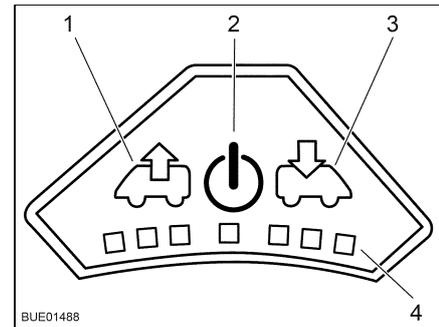

Bild 92 Bedienfeld des Ventilators
Einschalten: ■ Taste Ein/Aus (Bild 92,2) drücken. Der Ventilator läuft im Komfortmodus (Entlüften mit niedrigster Ventilator-drehzahl).
- Um die Ventilator Drehzahl zu erhöhen: Taste Entlüften (Bild 92,1) drücken. Die Ventilator Drehzahl in Entlüftungsrichtung nimmt um eine Stufe zu. LEDs (Bild 92,4) zeigen die Schaltstufen an.
- Um die Ventilator Drehzahl zu verringern: Taste Belüften (Bild 92,3) drücken. Die Ventilator Drehzahl nimmt um eine Stufe ab.
- Um die Ventilator Drehzahl zu erhöhen: Taste Belüften (Bild 92,3) drücken. Die Ventilator Drehzahl in Belüftungsrichtung nimmt um eine Stufe zu. LEDs (Bild 92,4) zeigen die Schaltstufen an.
- Um die Ventilator Drehzahl zu verringern: Taste Entlüften (Bild 92,1) drücken. Die Ventilator Drehzahl nimmt um eine Stufe ab.
- Taste Ein/Aus (Bild 92,2) drücken. Der Ventilator stoppt, die LEDs erlöschen.